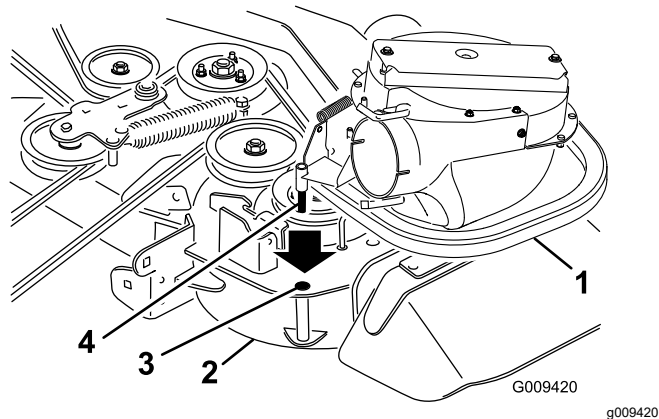
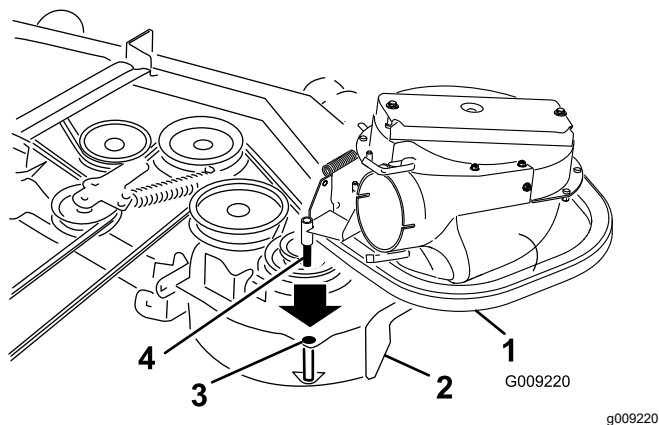

Figure 15
Figure 16
2. Introduzca la clavija del soplador en el orificio del pivote (Figure 15 o Figure 16).